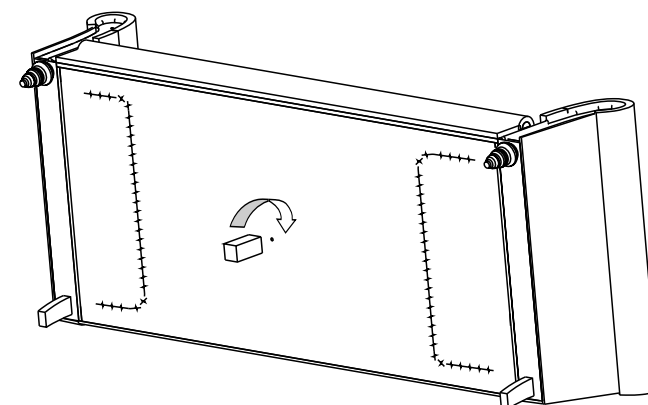

рис. 4
- 5) **прикрутить** опору на модуль 42 согласно рис.4.